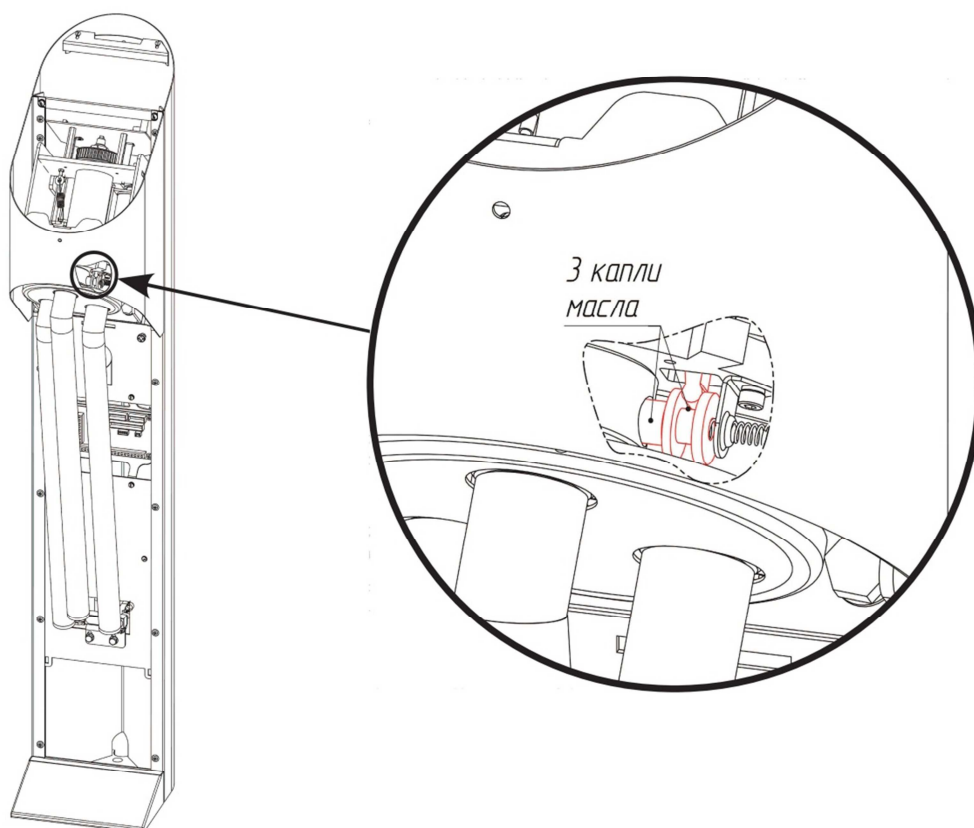

Рис. 16
5.5. Места соединения фиксатора и кулачка разблокировки планок (рис. 16). Операцию необходимо проделать для всех планок, проворачивая диск. Отверстие на рис. 16 показано условно.